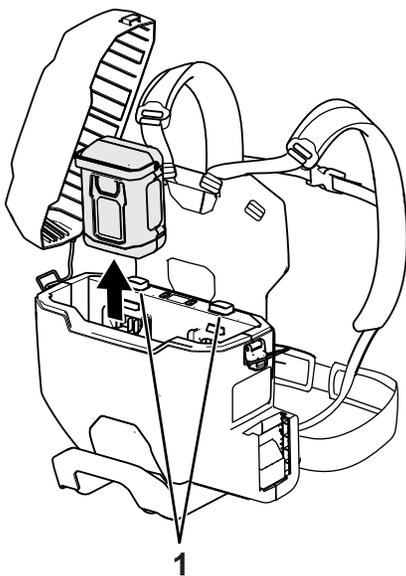

Figura 14
3. Pressione o botão de fecho da bateria e levante a bateria (ou baterias) para fora da mochila (Figura 14).